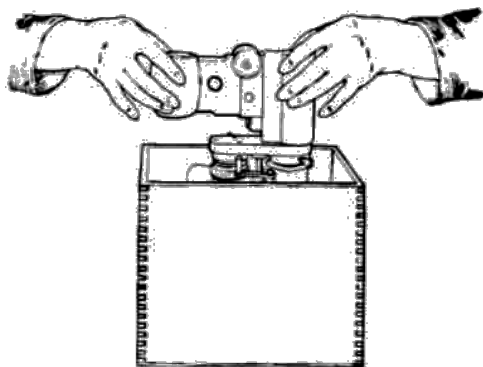

Рис. 4
3. Прежде чем установить головку с механизмом нагружения на штатив, поднять гайку 21 по колонке 19 так, чтобы зуб гайки выступил выше торца колонки; затем осторожно вынуть из ящика головку прибора, как показано на рис. 4. При этом особенно